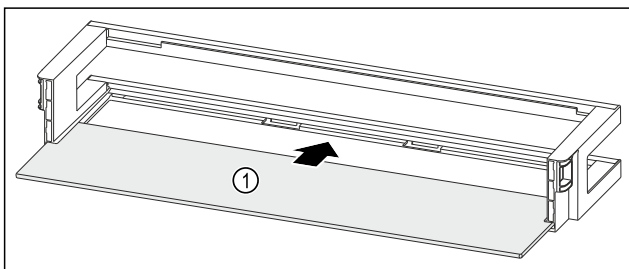

Fig. 94 Deurrek met draagplateau
- ▶ Draagplateau Fig. 94 (1) in de zijdelingse inkepingen schuiven.